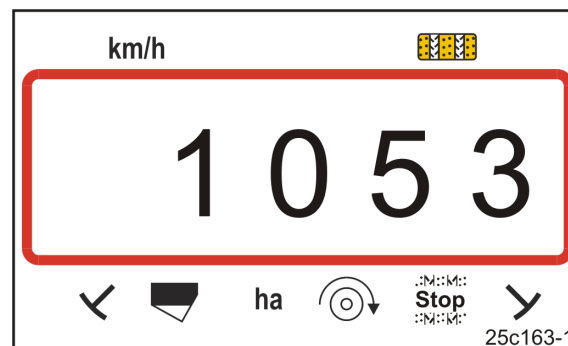

Fig. 28
- Affichage : valeur d'étalonnage enregistrée (imp./100 m), par ex. 1053 (Fig. 28).